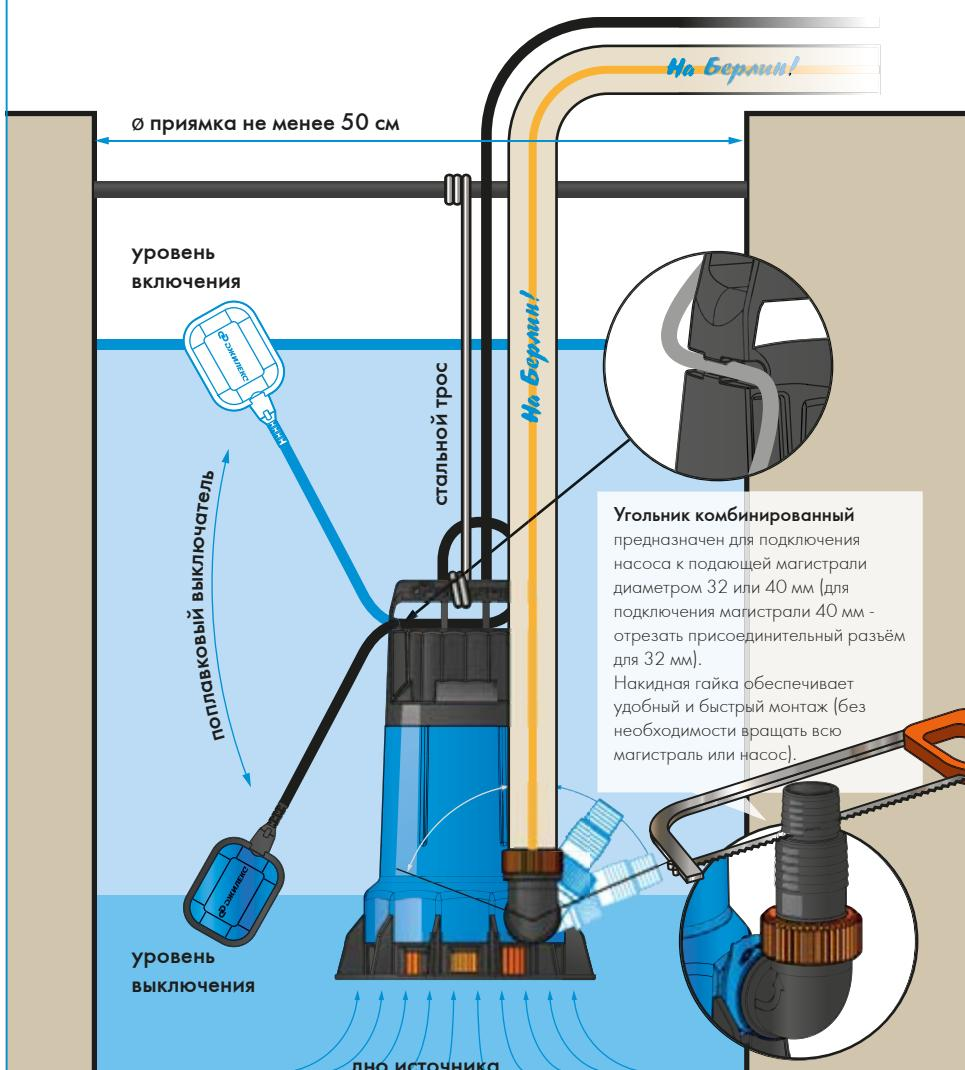

Рисунок 3
**Для правильного подключения насоса необходимо выполнить следующие операции (смотри рисунок 3):**